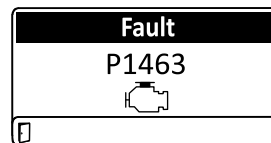

Figure 54
- Avertissement moteur (Figure 54)